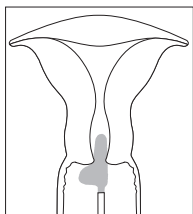

Fig. 1
- Tenir l'écouvillon floqué par la tige et insérer l'embout de l'écouvillon (le segment long du „L“) à l'intérieur du canal cervical, en laissant en dehors du canal cervical la partie la plus large de l'écouvillon (le segment court du „L“); voir la Fig. 1.